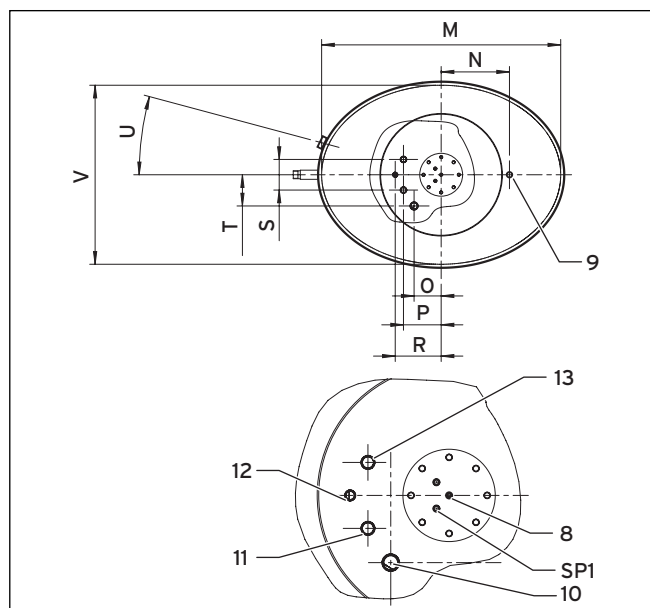

Fig. 4.7 Tilslutningsmål for kombibeholder auroSTOR VPS SC 1000, set oppefra
- Monter ledningen til tilslutningen koldt vand (**13**, Fig. 4.7) med en tilslutningsvinkel og de nødvendige sikkerhedsanordninger. Er vandtrykket under 10 bar, kan der monteres en typegodkendt sikkerhedsgruppe DN 20.
- Monter ledningen til tilslutningen fremløb efteropvarmning varmtvand (**10**, Fig. 4.7) med en tilslutningsvinkel.
- Monter ledningen til tilslutningen varmtvand (**11**, Fig. 4.7) med en tilslutningsvinkel.
- Monter evt. cirkulationsledningen på tilslutningen cirkulationsledning (**12**, Fig. 4.7) med en tilslutningsvinkel.